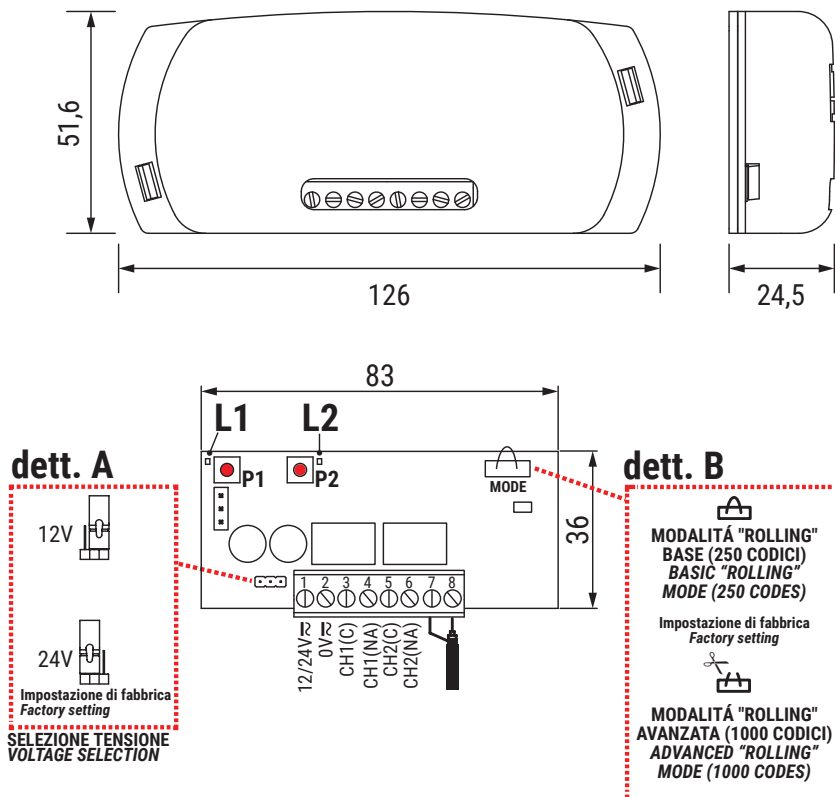

Fig. 1
1. Collegare l'alimentazione ai morsetti 1 e 2 (fig.1, dett.A)
La modalità base è per la gestione dei codici "rolling" è quella standard di fabbrica, col ponticello MODE (fig.1) non tagliato.